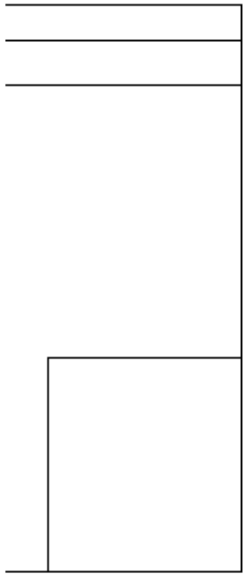

Рис.3
- далее, используя те же команды, проводим горизонтальные линии на расстояния $d_{a2}/2 = 64$, $d_2/2 = 60$, $d_{f2}/2 = 55$ (рис.3); линию толщины обода $\Delta_1 = 9$, толщины диска $\Delta_2/2 = 4$ и ширины зубчатого венца $b/2 = 12$ и обрезаем их лишние части (рис.4,5);